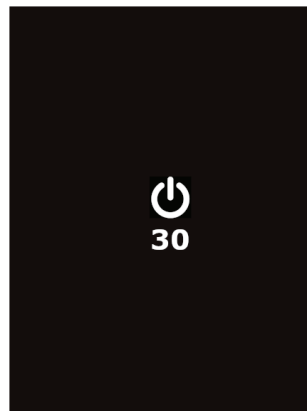

Abb. 13: Automatische Abschaltung
- ⇒ Es wird ein 30-Sekunden-Countdown-Timer mit einem blinkenden EIN/AUS-Symbol angezeigt (siehe Abb. 13).